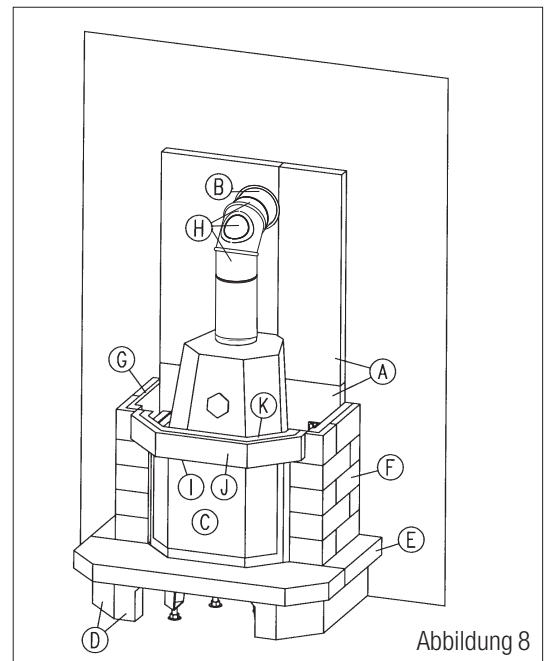

Abbildung 8
- 11.2 Auf den Auflagerahmen wird nun der Sturz ohne Spezialsilikon gelegt. Richten Sie den Sturz so aus, dass ein allseitig gleichmäßiger Überstand gegeben ist. Schneiden Sie sich von den 4 cm starken Promasil 950 KS Platten Streifen ab, mit denen Sie den Sturz von hinten vollflächig hinterkleben. Die Promasil Platten werden mit dem K 84 Kleber mit dem Sturz punktwise verklebt. Die Promasil Platten schützen den Sturz vor übermäßiger Erwärmung. Der Sturz muss rechts und links zu den Seitenteilen eine Dehnungsfuge aufweisen, die mit Spezialsilikon ausgefüllt wird. (Abb. 8)